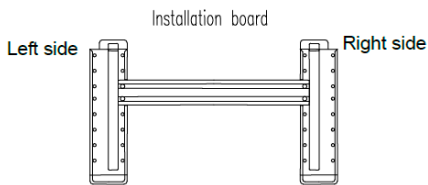

Fig. 2
- Bohren Sie anschließend die Wanddurchführung gemäß Abbildung 2. Der Durchbruch muss einen Durchmesser von 80 mm besitzen und mit einem leichten Gefälle nach außen ausgeführt werden.